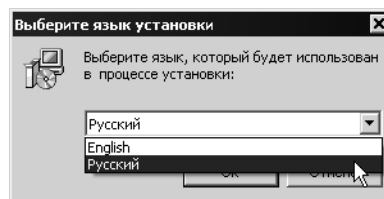

Рис. 3.1.
3. Выберите язык установки системы (рис. 3.1).